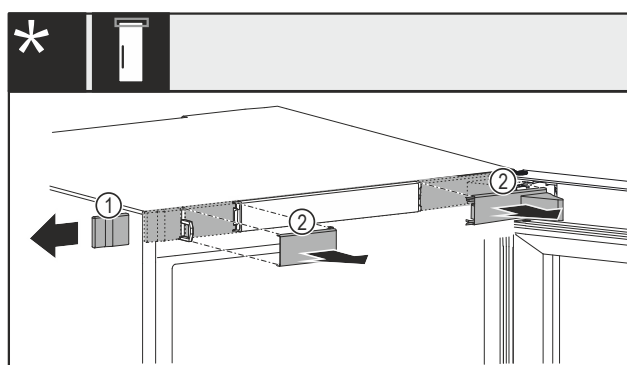

Fig. 13 S mehaničkom ili električnom bravom*
- ▶ Oprezno skinite poklopac Fig. 13 (1) bočno.*
- ▶ Oprezno skinite poklopce Fig. 13 (2) prema naprijed.*